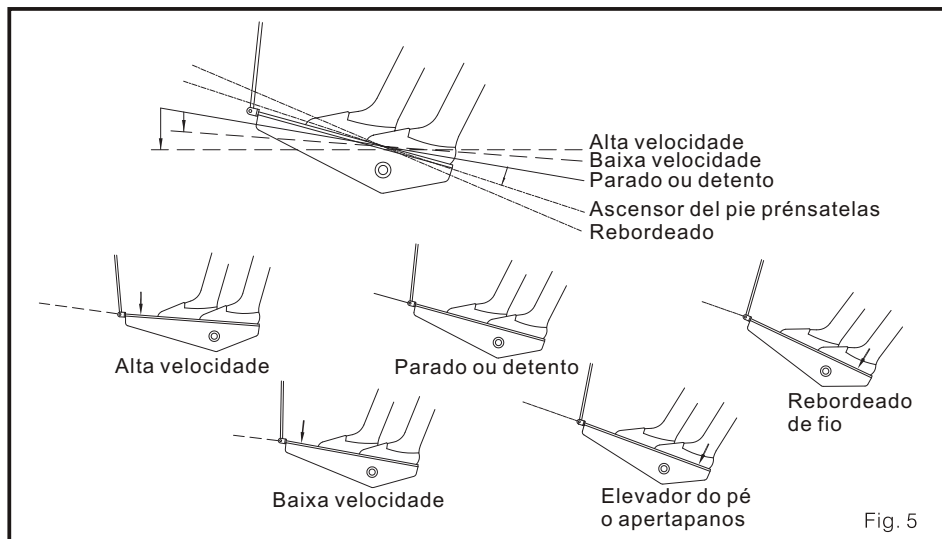

Fig. 5
3. se máquina conta com um equipamento de ascensão automática do pé apertapanos. Haverá cinco posições de operação do pedal. (Fig. 5))